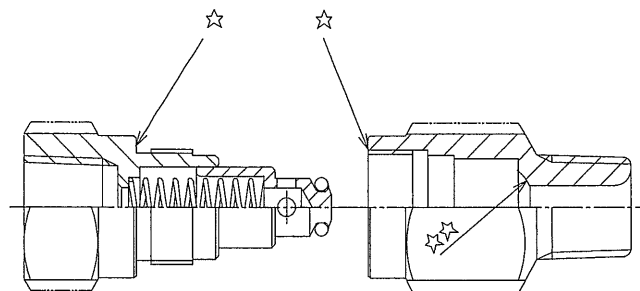

図4、組付け要領2
3. 内部の異物等除去後、図4の☆、☆☆印部を布等で拭き取り綺麗にする。また、ポペットに組付けている④O-リングに傷等がないことを確認する。
4. ②圧縮バネ、③ポペットを取付けた①ソケットを、⑤本体に挿入し、手締め後スパナで増締めして下さい。